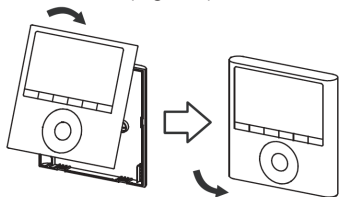

Fig. 3-9
- Zorg ervoor dat bij het afstellen en installeren van de voorplaat de bedrading niet beklemd raakt. (Fig. 3-9)